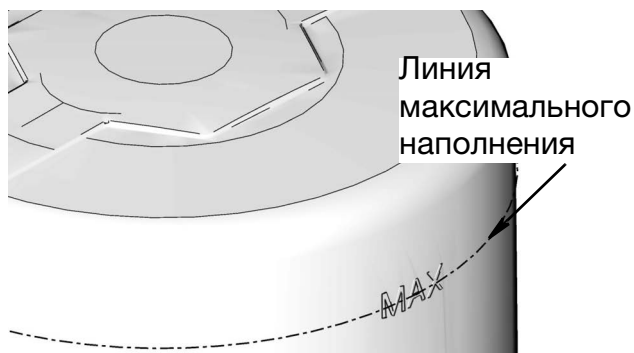

Рис. 12
- Не переполняйте бак (Рис. 12).